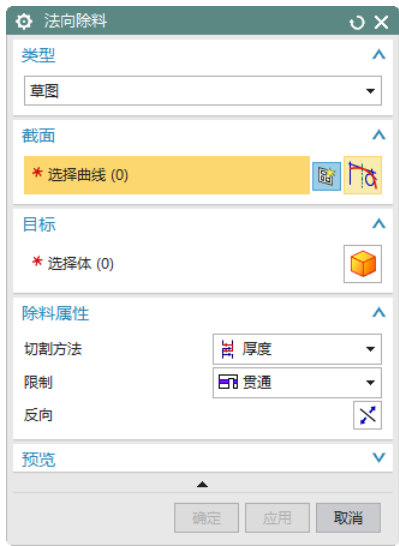

图 5-82 “法向除料”对话框
(1) 选择“菜单(M)”→“插入(S)”→“切割(T)”→“法向除料(N)”，或者单击“主页”选项卡“特征”面组上的“法向除料”按钮 ，打开图 5-82 所示的“法向除料”对话框。